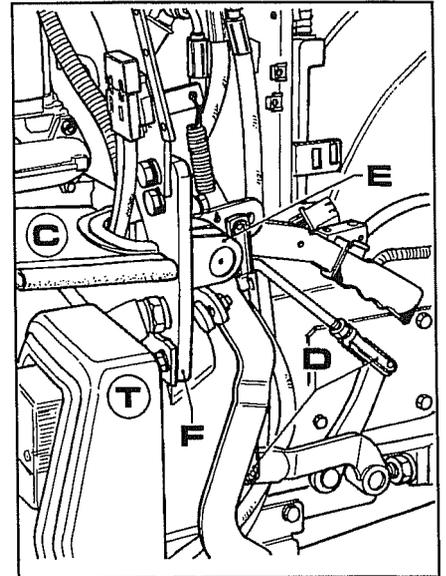

Fig. 15
15. Quitar la protección **C**, desconectar las horquillas **D** luego separar el soporte **E**, (que incluye el pedal y la palanca embrague), de la brida **F** de la fig. 15